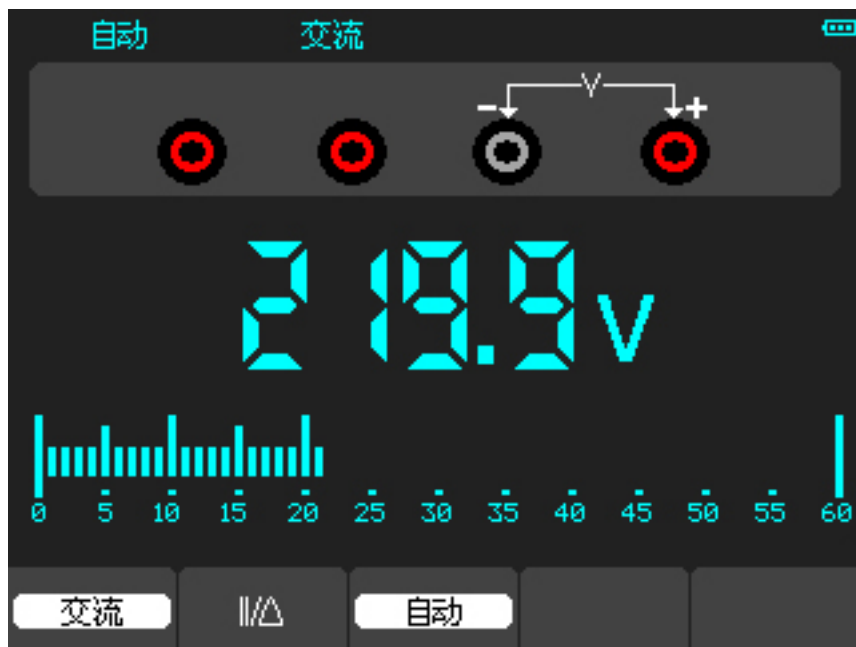

图 4-7 交流电压测量界面
- 将红色和黑色表笔连接到被测点，屏幕将显示被测点的交流电压值（如图4-7）。